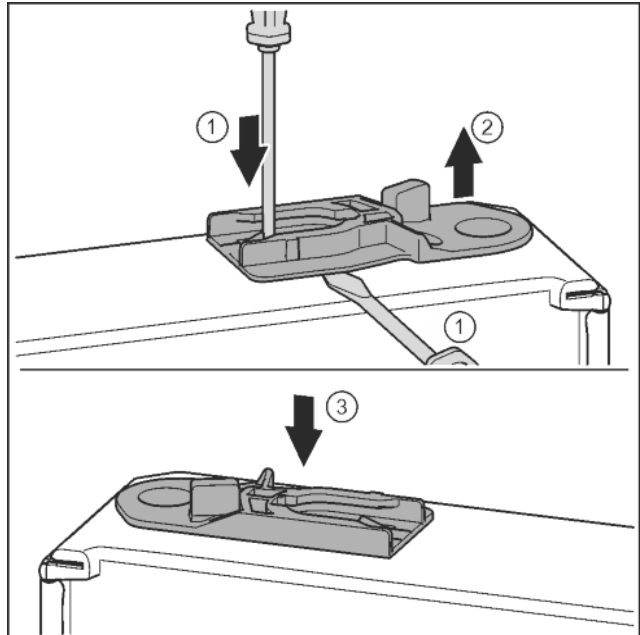

Fig. 32
- ▶ Húzza ki a vezetöhüvelyt: Nyomja a fedőlemezt a csavarhúzóval, és közben nyúljon a csavarhúzóval a vezetöhüvely alá. *Fig. 32 (1, 2)*
- ▶ Tolja be a kiszállított csomagban található vezetöhüvelyt a ház másik oldalára. *Fig. 32 (3)*